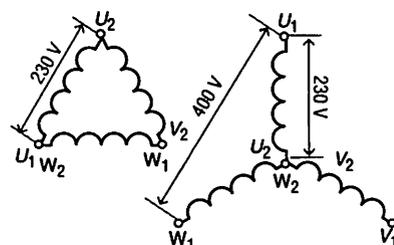

Fig. 6 : Bobinage 230/400 V (peut exister aussi en 400/690 V).
3.1. Tension et fréquence (fig. 6)